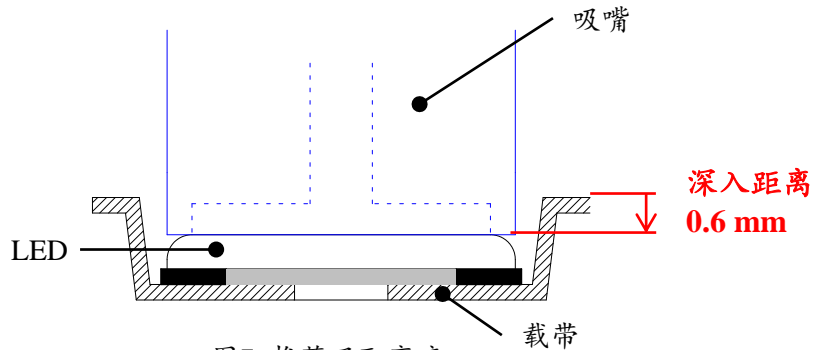

图7. 推荐吸取高度
- 如图7所示，吸取时将吸嘴深入到载带口袋中。吸嘴的高度为距离载带表面0.6mm的位置。